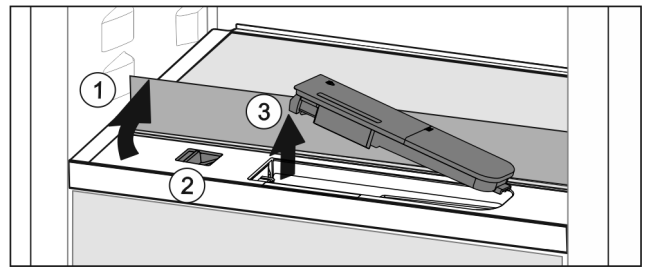

Fig. 57
- ▶ Підняти скляну панель і відкинути до упору назад (Fig. 57 (1)).
- ▶ Посуньте повзунок Fig. 57 (2) уліво.
- ▶ Вийняти бак для води Fig. 57 (3).